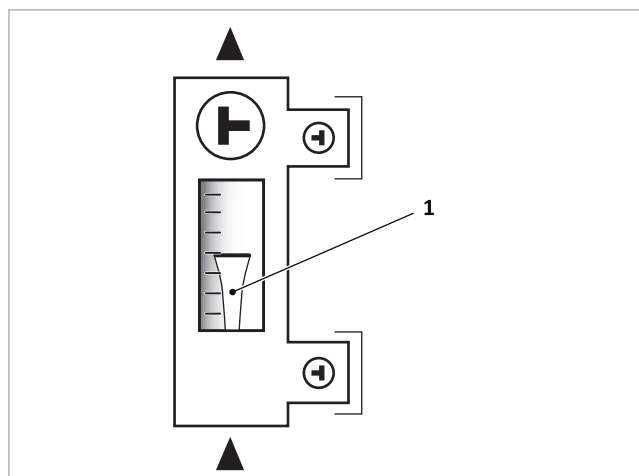

Fig. 109: lettura del flusso volumetrico nel bordo superiore del galleggiante (1)
2. Collegare il tubo flessibile di mandata della stazione di riempimento e spurgo (SBS) alla valvola KFE (6) del misuratore di portata, aprire la valvola KFE.
3. Inserire la pompa per lo spurgo e spurgare: SBS → Valvola KFE (6) → Pompa primaria → Campo del collettore → SÜS fino a Valvola KFE (5) → SBS
5. Continuare lo sfiato del circuito solare generando e scaricando la pressione. A tal fine chiudere e aprire da due a massimo tre volte la valvola KFE (5).
6. Quando il Tyfocor fuoriesce senza bolle, chiudere la valvola KFE (5) e aumentare la pressione dell'impianto a 4 bar.
7. Chiudere la valvola KFE (6) e disinserire la pompa della SBS. Controllare la tenuta dell'impianto.
8. Sfiatare l'intercettazione aria (7).
9. Aprire completamente la valvola a cappuccio (3).
10. Impostare la pressione dell'impianto attraverso la lenta apertura della valvola KFE (5) come la pressione di esercizio calcolata. Regola generale: Pressione d'ingresso MAG + 0,3 bar.
11. Commutare il misuratore di portata in posizione di flusso (cfr. → fig. 109, pag. 57), chiudere le valvole KFE (5) e (6), rimuovere la SBS e avvitare i coperchi.